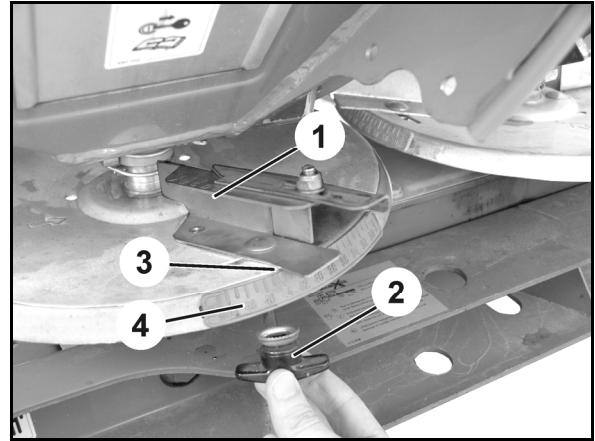

图 80
5. 借助翼形螺母 (图 80/2) 将边界撒肥片 (图 80/1) 安装到撒肥盘上。
6. 依据撒播表将读取边 (图 80/3) 设定在刻度盘 (图 80/4) 的数字上并且重新拧紧翼形螺母 (图 80/2)。